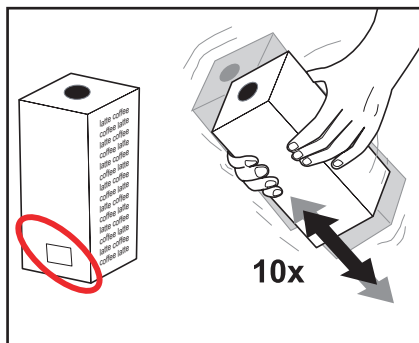

图 18
请阅读产品袋上的说明。请不要使用损坏的产品袋。如产品保质期已过，请不要使用该产品袋。（图 18）
1. 请摇动产品袋至少十次。（图 18）